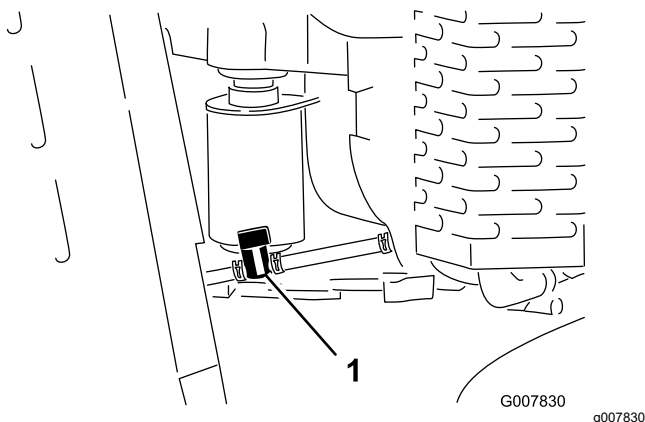

Figure 41
3. Tournez le robinet d'arrivée de carburant en position fermée (Figure 41).
4. Pincez les extrémités du collier de flexible du côté moteur du robinet et poussez-le vers le haut de la conduite d'alimentation, dans la direction opposée au robinet (Figure 41).
5. Débranchez la conduite d'alimentation du robinet (Figure 41).
3. Tournez le robinet de vidange en position fermée (Figure 41).
7. Tournez le robinet d'arrivée de carburant en position ouverte (Figure 41).